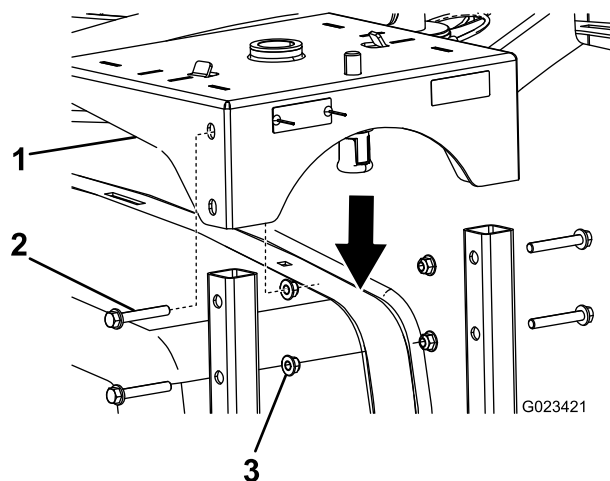

図 3
3. ホースリール・フレームの上にホースリール・ベースを固定する；長いボルト（3/16 インチ）4本と、フランジナット（3/16 インチ）4個を使用して図 3のように取り付ける。